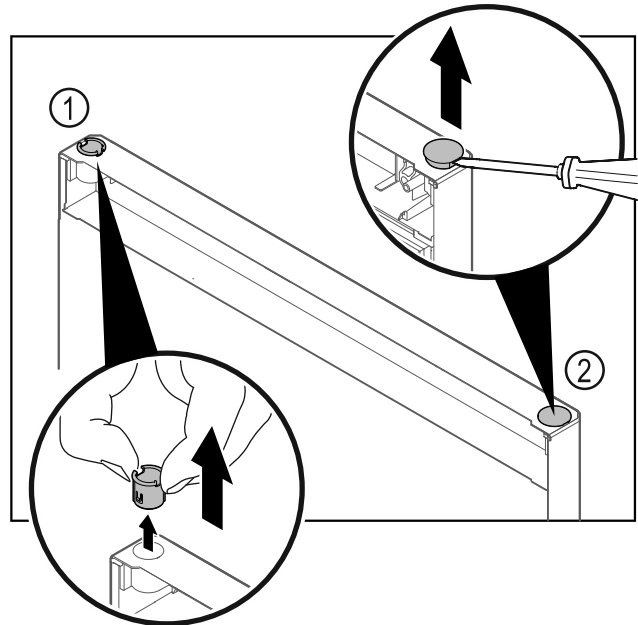

Fig. 15
- Pouzdro závěsu Fig. 15 (1) vytáhněte prsty.
- Krycí zátku Fig. 15 (2) opatrně nadzvedněte plochým šroubovákem a vytáhněte.